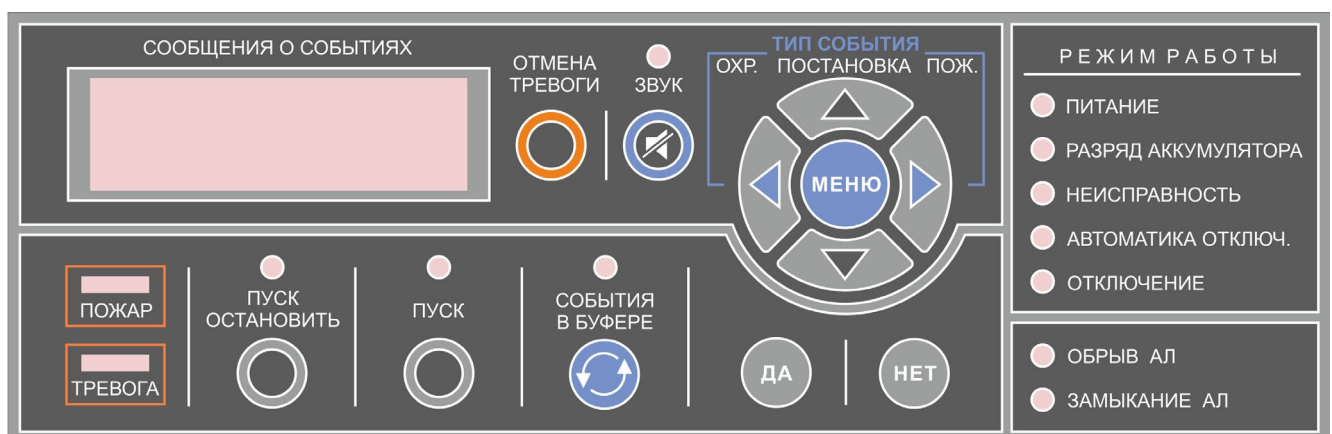

Рис.12. Органы управления и индикации АПКП «Gamma-512».
4.1. Органы управления и индикации АПКП «Gamma-512» показаны на рис.12.